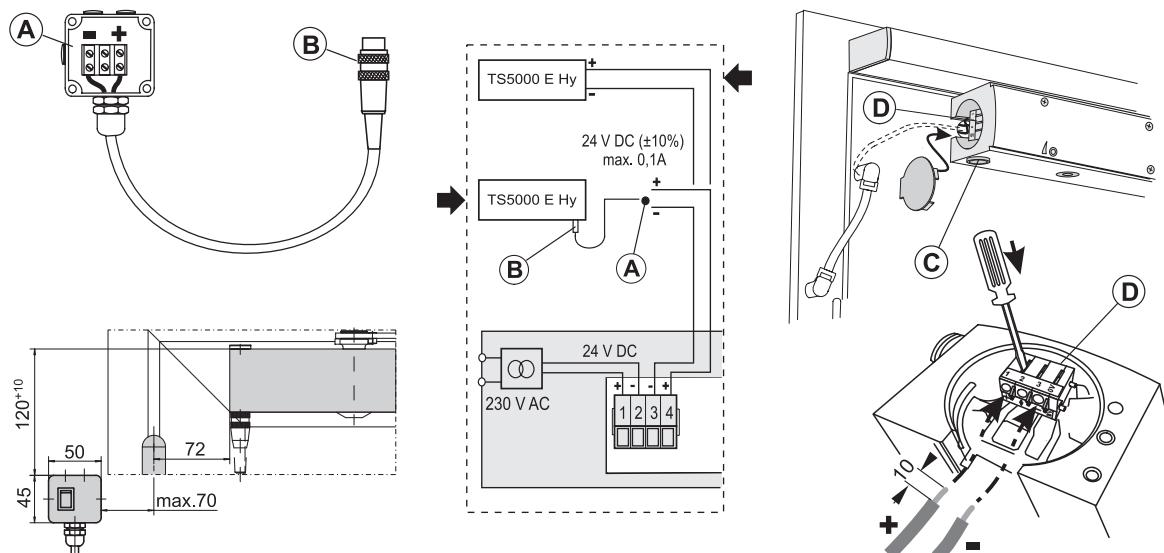

Fig.: 6.4.1
En cas d'amenezée cachée de ligne, le câble doit déjà être posé dans le vantail de porte avec un perçage Ø 20. Il sera raccordé plus tard au raccord (D) comme sur la fig. 6.4.1.